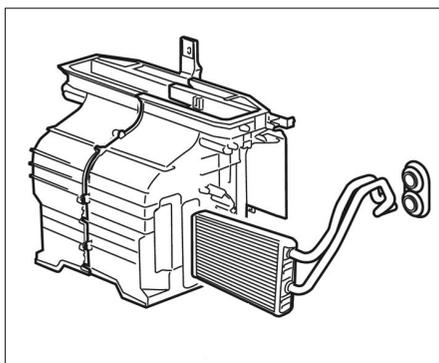

FIG. 17
- Déposer le radiateur de chauffage (Fig.17).